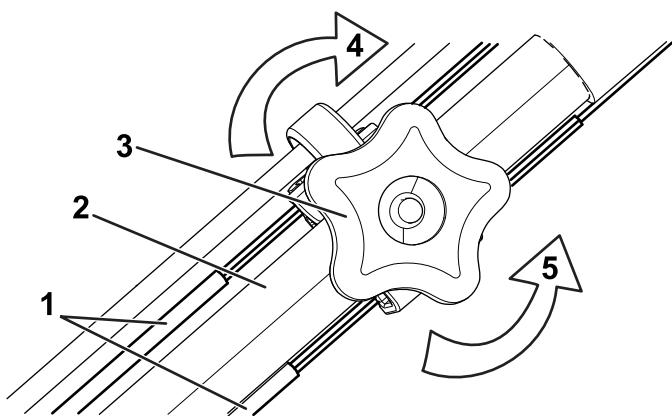

Figura 29
2. Regolate la tensione sui cavi (Figura 29) tirandoli entrambi indietro o spingendoli avanti e quindi tenendoli in quella posizione, mantenendo pari lunghezze.
1. Ruotate la manopola di regolazione in senso antiorario per allentare la regolazione del cavo (Figura 29).